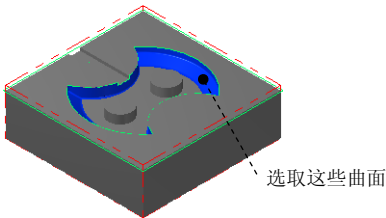

图 22.46 选取加工面
(1) 在图形区中选取图 22.46 所示的面 (共 28 个), 按 **Enter** 键, 系统弹出“刀具路径的曲面选取”对话框。